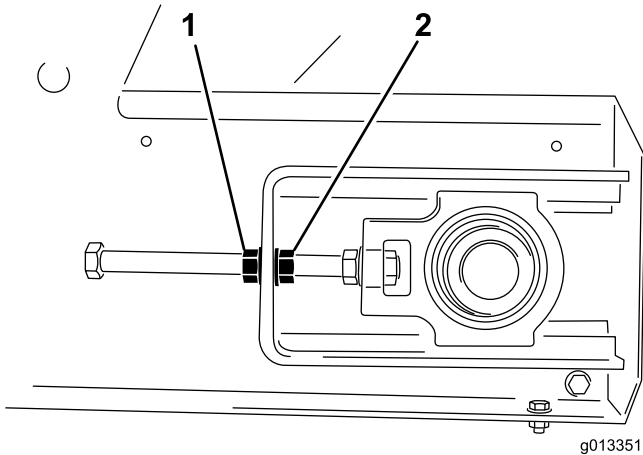

Bild 49
4. Halten Sie das Ende der Spannstange mit zwei Schraubenschlüsseln fest und lösen Sie die Sicherungsmutter, d. h. die Mutter, die dem Stangenende am nächsten ist (Bild 49).
3. Halten Sie das Ende der Spannstange auf der Seite fest, nach der das Band zieht; lösen Sie dann die Sicherungsmutter und ziehen die Einstellmutter um zwei Umdrehungen der Mutter an (Bild 49).